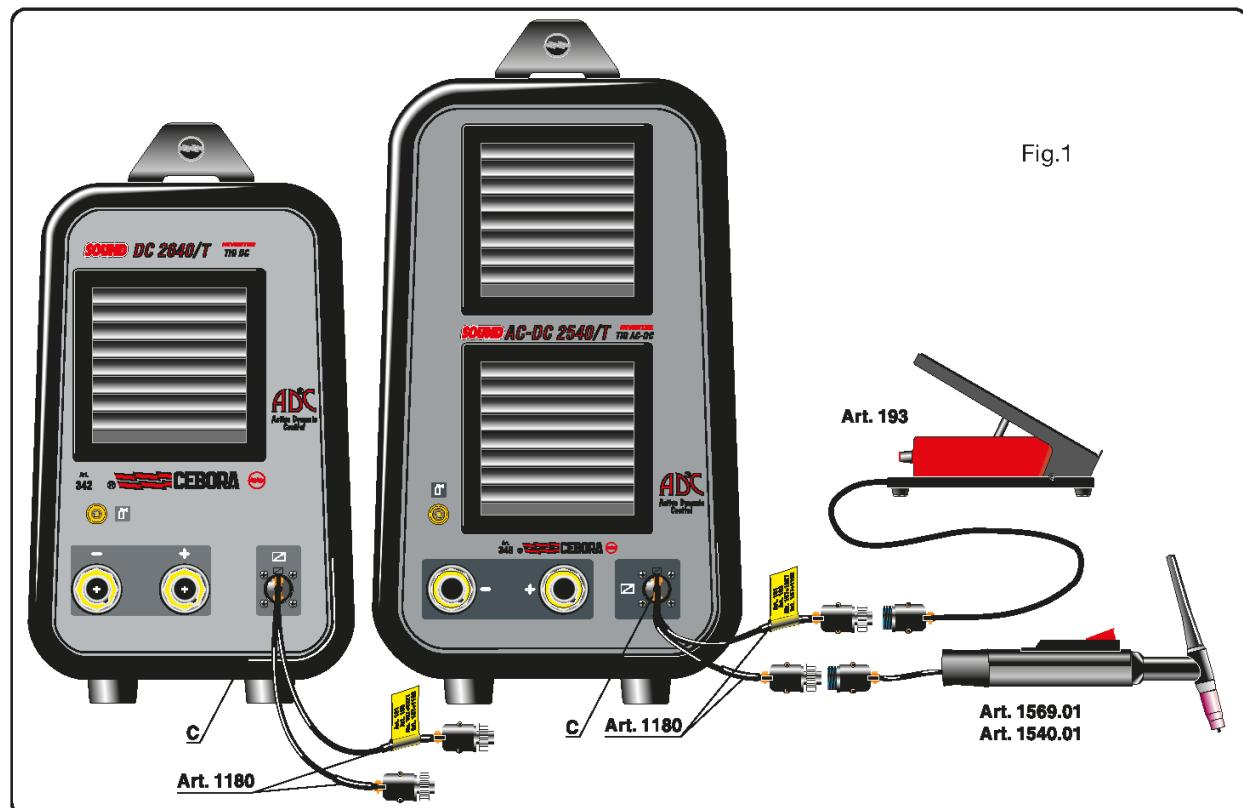

Fig.1
Eseguire i collegamenti indicati in Fig.1. N.B. il pedale va collegato al connettore della connessione Art. 1180, che porta la targhetta "Art. 181 - Art. 193 - Art. 187+1327 - Art. 187+1192".
Connect as shown in Fig. 1.
- Zur Steuerung der Lichtbogenzündung durch die Brennertaste. In diesem Fall muß man das Verbindungskabel Art.-Nr. 1180 anwenden. Die in Abb. 1 gezeigten Anschlüsse ausführen.
- Si l'on veut commander l'allumage de l'arc à l'aide du bouton de la torche il faut utiliser la connexion Art. 1180. Exécuter les raccordements indiqués dans la fig.1 N.B. La pédale doit être raccordée au connecteur de la connexion Art. 1180, qui porte la plaque "Art. 181 Art. 193 - Art. 187+1327 - Art. 187+1192". Etablir le courant maximum de soudure à la valeur désirée à l'aide du bouton de réglage placé sur le panneau de la machine.
- Si uno quiere controlar el encendido del arco por medio del botón de la antorcha, es preciso utilizar la conexión art. 1180. Efectuar las conexiones indicadas en la fig. 1. N.B. El pedal tiene que ser conectado al conector de la conexión Art. 1180 marcada por la placa "Art. 181 - Art. 193 - Art. 187+1327 - Art. 187+1192". Programar la corriente máxima de soldadura al valor deseado mediante el botón de regulación situado en el panel de la máquina.